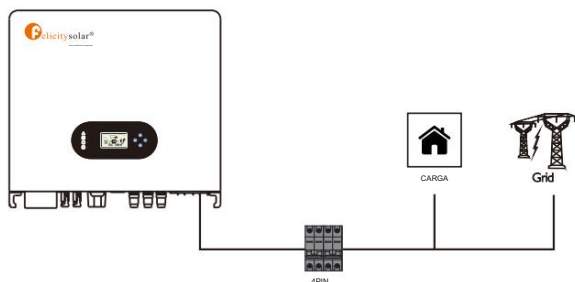

Figura 4.3-2 Conexión del disyuntor de CA
1. En el lado de CA, el disyuntor individual debe conectarse entre el inversor y la red, pero antes de las cargas. Consulte la Figura 4.3-2.